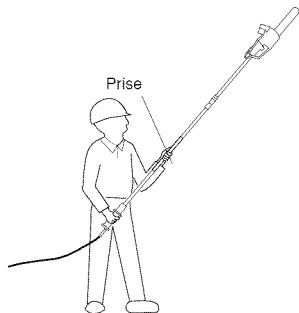

Figure 9- Parties désignées pour la prise
2. Servez-vous de vos deux mains pour saisir la scie à perche. Ne saisissez que les parties désignées pour la prise pour utiliser la scie à perche (voir la Figure 9). Votre prise doit être ferme. Le pouce et les doigts doivent être complètement refermés sur la perche et la poignée.